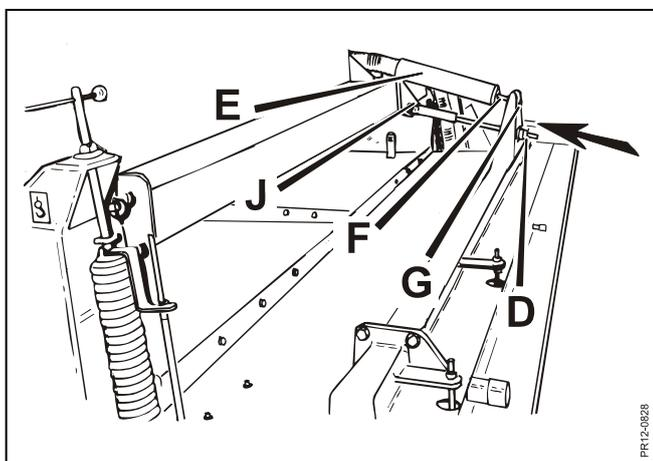

Fig. 3-12
- Fig. 3-12** la hauteur de coupe précise peut être obtenue par un réglage centralisé de l'inclinaison de la barre de coupe avec la tige filetée en **D**. Une goupille élastique **J** bloque le réglage. Faire le réglage des deux côtés!
- Fig. 3-12** 4) Régler le ressort **Top Safe E** jusqu'à ce que la plateforme de coupe puisse être déplacée dans le sens de la flèche, avec une **pression convenable**.
- A) En desserrant légèrement les ressorts horizontaux (Fig. 3-12) page 32, et en resserrant un peu les ressorts verticaux (Fig. 3-9).